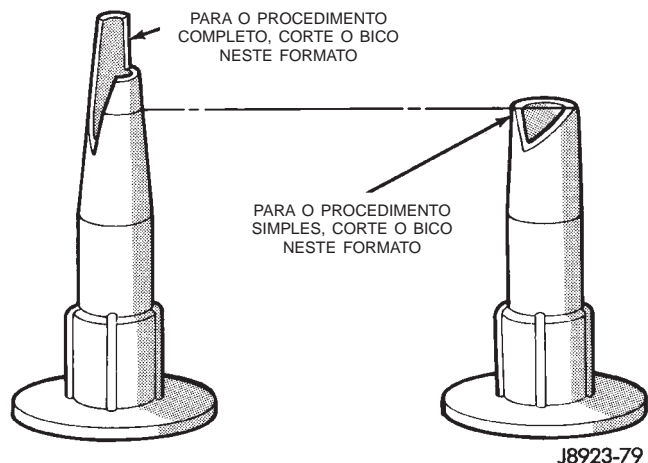

Fig. 6 Preparação do Bico do Aplicador
(12) Corte o bico do aplicador de uretano (Fig. 6).
(10) Corte o bico do aplicador de uretano (Fig. 6).
(11) Aplique um filete contínuo de uretano, na área da superfície com fundo de escurecimento da face interna do vidro. Para obter melhores resultados, o filete deverá ter 9 mm (3/8 pol.) de largura por 12, 7 mm (1/2 pol.) de profundidade.